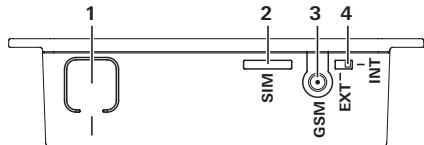

Figure 2 – vue de haut
Presser la touche (figure 2 – 1) pendant au moins 20 secondes. Un bref scintillement de la LED bleue signalise que les appareils sont enregistrés et que la réinitialisation a eu lieu.
- Presser la touche (figure 2 – 1) pendant environ 1 seconde.